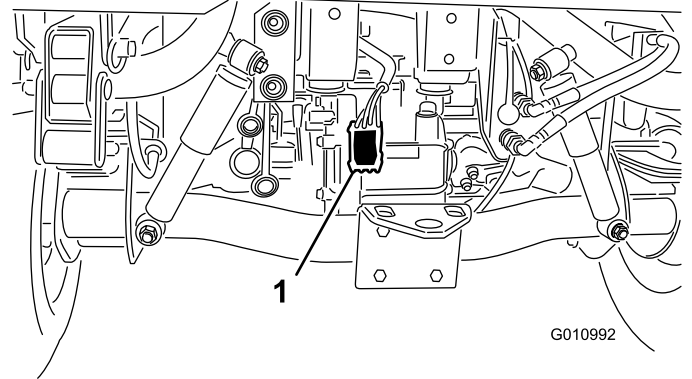

Bild 8
5. Verlegen Sie den Kabelbaum am Hauptkabelbaum des Fahrzeugs entlang zum Heck des Fahrzeugs (Bild 8).